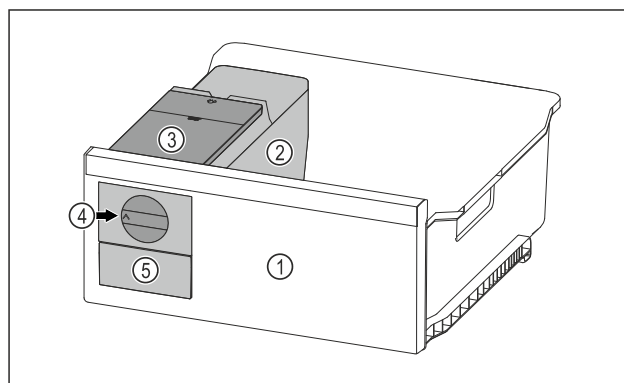

Fig. 120 Príklad zobrazenia
- ▶ Otočný gombík Fig. 120 (4) otočte v smere hodinových ručičiek až na doraz.
- ▶ Kocky ľadu vypadávajú z misky na kocky ľadu do zásuvky na kocky ľadu Fig. 120 (5).